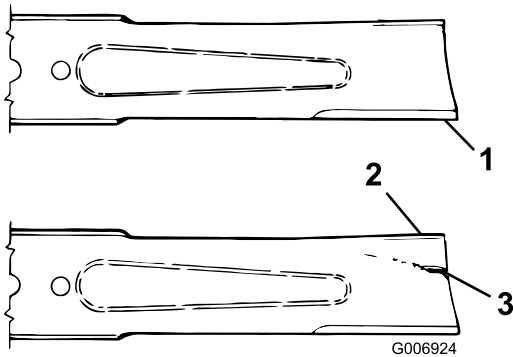

Figure 101
3. Examinez attentivement les tranchants de la lame, particulièrement au point de rencontre de la partie plane et de l'ailette (Figure 101).
4. Remplacez la lame si elle est usée (Figure 101); voir Entretien du plan de la lame (page 73).
Si la lame est trop usée, une entaille se forme entre l'ailette et la partie plane (Figure 101). La lame peut alors se briser et un morceau peut être projeté du dessous de la machine, vous blessant gravement ou une personne à proximité.